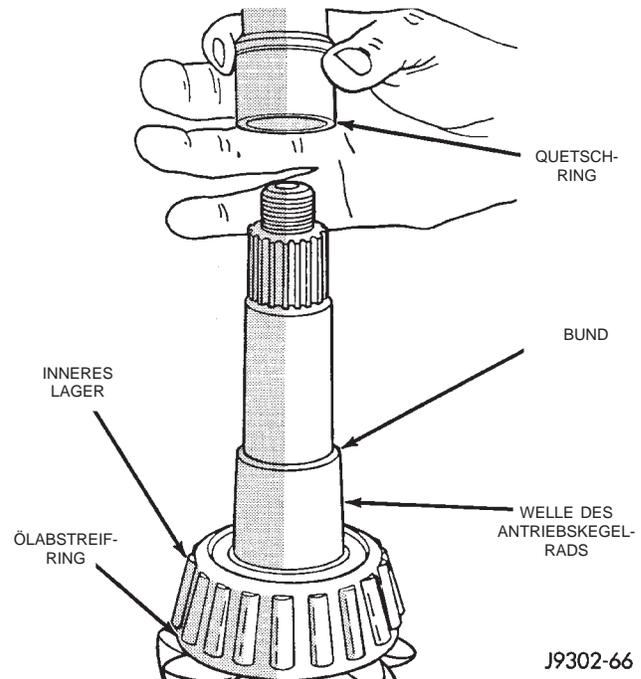

Abb. 41 Quetschring
(10) Quetschring für die Vorspannung von der Welle des Antriebskegelrads abbauen (Abb. 41).